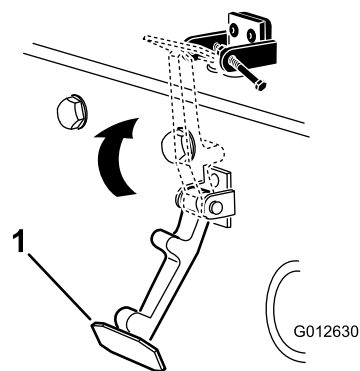

Figura 7
6. Enganche el cierre en el cerradero del capó (Figura 7).